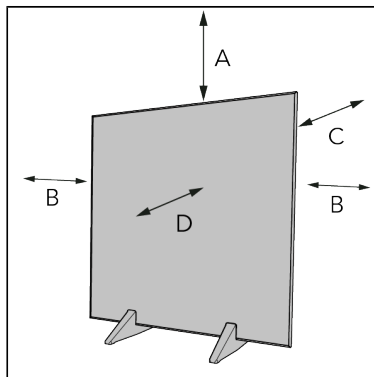

Abbildung 58.
4. Platzieren Sie das Gerät mit einem Mindestabstand (Abbildung 58) von: